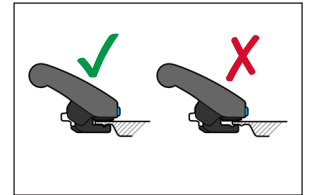

Fig. 7
2. Tryck bestämt på handtaget på InfinityEdge på enheten tills handtagets klämma sitter ordentligt på plats (Fig. 7).